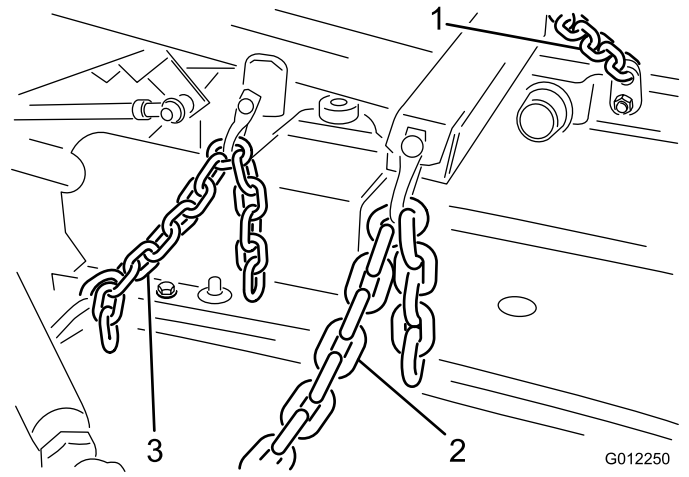

Bild 12
1. Verbinden Sie die Hubketten mit 6 Ketten, Kettenstiften (3/8" x 1-1/2") und Splinten (1/8" x 3/4") mit dem Hubarm und den Kettenhalterungen des Mähwerks (Bild 12).
2. Verbinden Sie die Enden der Spannfeder zwischen dem vierten Glied der hinteren Kette und der Öse des Splints, der den Zylinderstift arretiert (Bild 12).